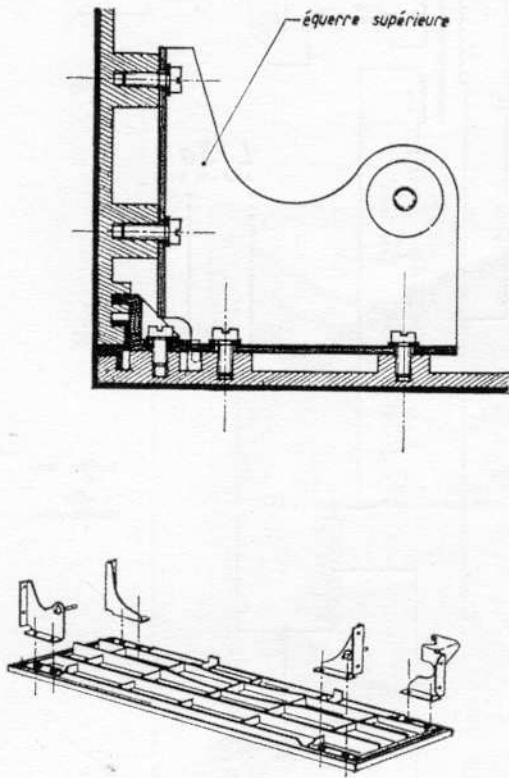

Fig. 5
- d) Mettre en place les 4 équerres supérieures et bloquer les vis, Fig. 5